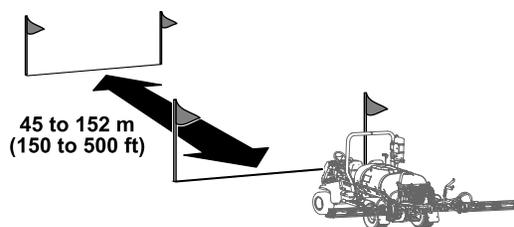
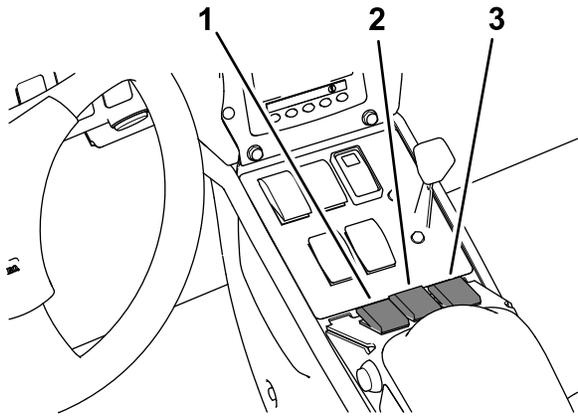

图 63
图 66
5. 在草坪测试区标记一条起点线 图 63。
3. 按 InfoCenter 信息中心上的 2 号按钮驾驶到终点线 图 66 和 图 63。